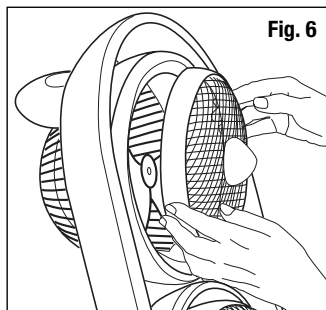

Fig. 6
- Retirer la grille avant du boîtier (Fig. 6).
- Retire la rejilla delantera del cajetín (Fig. 6).